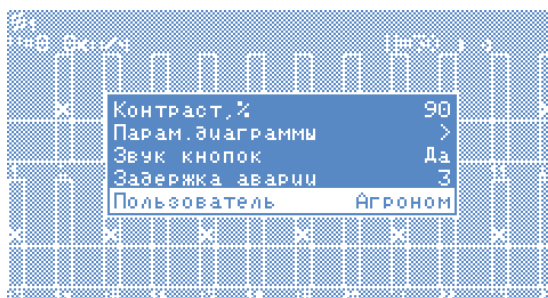

Рисунок 23
5. Кнопками «**Вверх**» и «**Вниз**» выбрать пункт меню «**Пользователь**» (см. «Рисунок 23»). Кнопками «**Влево**» и «**Вправо**» выбрать «**Агроном**» и нажать кнопку «**Меню**». В появившемся окне ввести свой ПИН-код. В случае ввода правильного кода произойдет смена уровня доступа, о чем будет свидетельствовать сообщение на экране, и после этого будет показан главный экран.